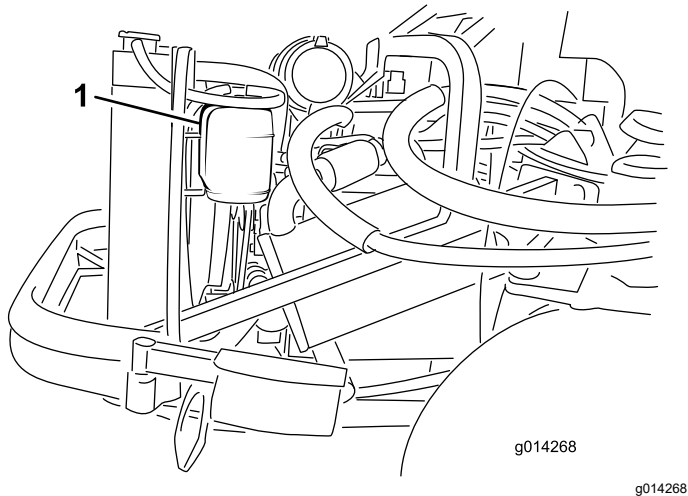

Рисунок 43
1. Проверьте уровень охлаждающей жидкости в расширительном бачке (Рисунок 43). Уровень охлаждающей жидкости должен находиться между отметками, имеющимися на стенке бачка.